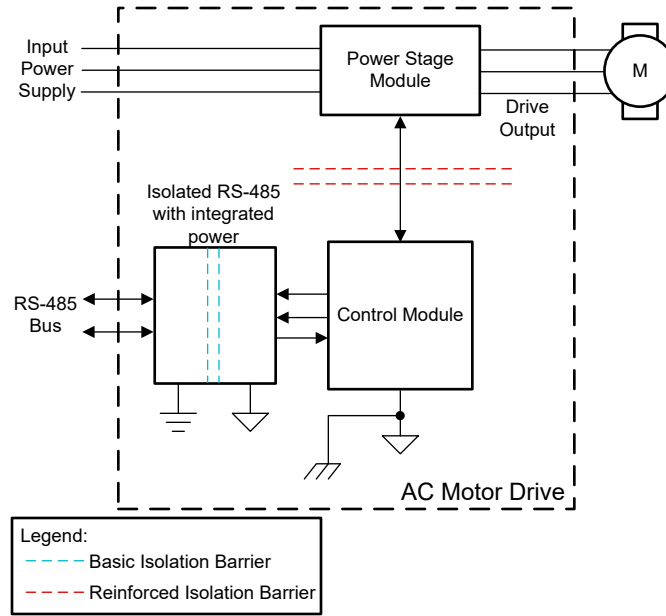

图 6. 典型的交流电机驱动器方框图
1. **交流电机驱动器**：如图 6 所示，交流 (AC) 电机驱动器的 RS-485 接口与可能位于数千米外的可编程逻辑控制器 (PLC) 进行通信。交流驱动器上控制模块的接地端与 PLC 上的总线侧接地端之间可能存在较大的接地电势差，因此需要隔离收发器以防止接地回路破坏通信。ISOW14xx 是此外部通信用例的理想器件，因为通常情况下，仅隔离式 RS485 接口才需要隔离式电源。除了节省布板空间和具有简易性之外，PROFIBUS 支持提升 SNR 以获得更好的抗噪性，并且集成式 ESD 保护允许从总线上移除 TVS 二极管。